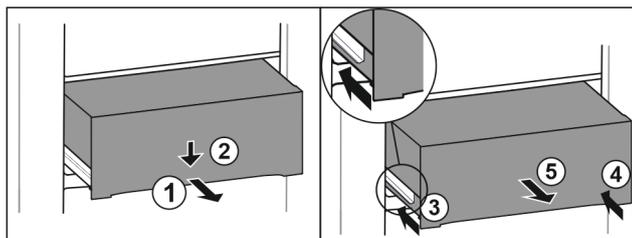

Fig. 93
- ▶ Extraiga el cajón hasta la mitad. Fig. 93 (1)
- ▶ Presionar hacia abajo el cajón de la parte delantera. Fig. 93 (2)
- ▶ Introducir el carril izquierdo unos 2 cm. Fig. 93 (3)
- ▶ Introducir el carril derecho unos 2 cm. Fig. 93 (4)
- ▶ Extraiga el cajón hacia delante. Fig. 93 (5)